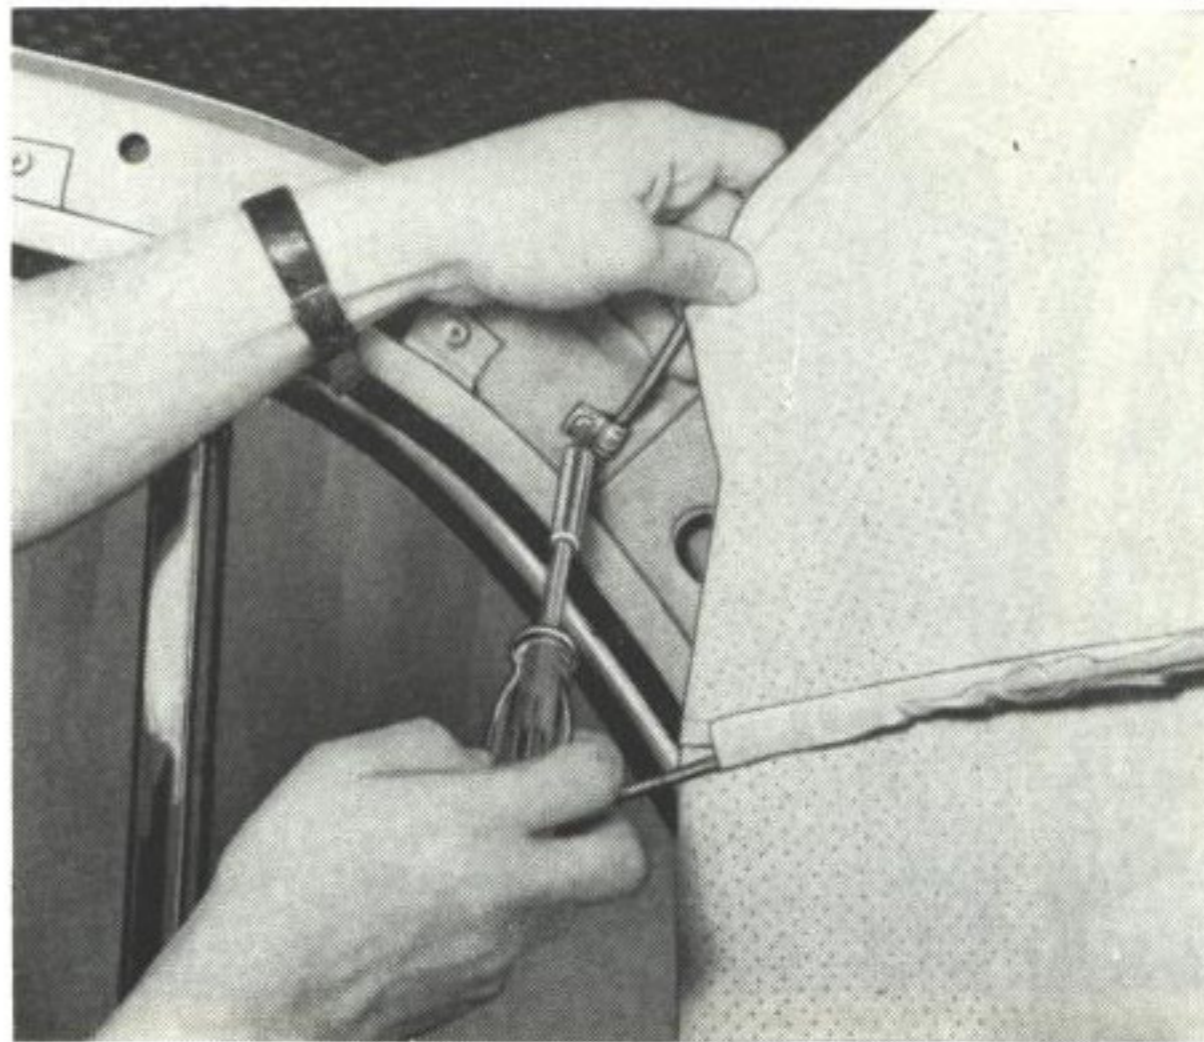

Bild 73. Montering av bakre bygel
6. Montera taket med början längst bak, se bild 73. Bakre spryglarna fästes med klammor, 1 på vardera sidan. De övriga spryglarna ställs på plåtkanten över dörrarna. Spryglarna skall stå vertikalt.